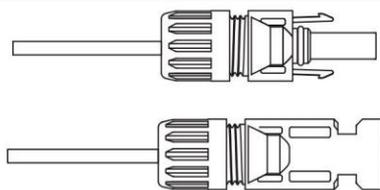

Imagen 5.5 Conector con tuerca ciega atornillada
c) Inserte el pasador de contacto en la parte superior del conector y enrosque la tuerca ciega en la parte superior parte del conector. (como se muestra en la imagen 5.5).